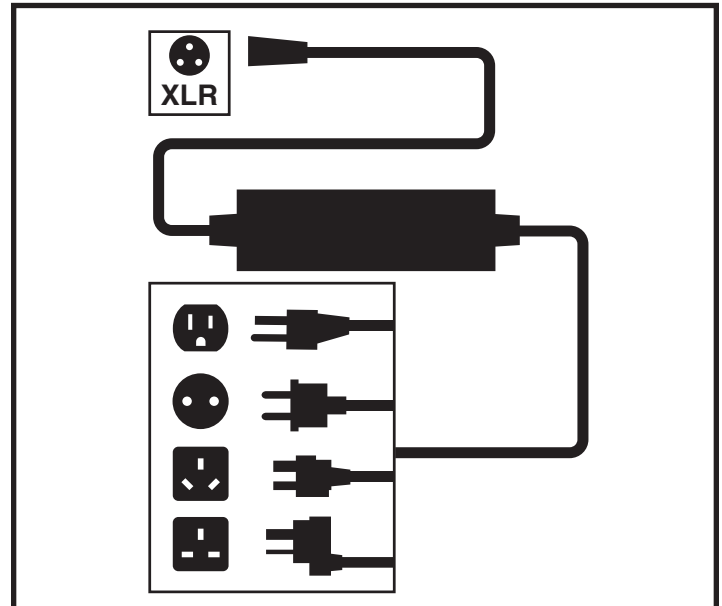

Figura 19. Cargado de baterías
3. Enchufe el cargador externo al conector correspondiente en el regulador. Ver figura 19.